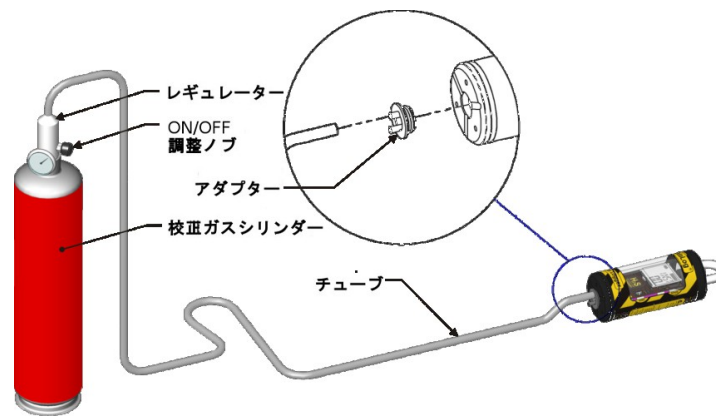

図6 キャリブレーションガスの接続
- ・OdaLog本体下部のセンサー上に校正用のアダプター（パーツNo. 11-0001）を接続してください。（図6参照）
- ・レギュレーターをガスボンベに接続し、アダプターへチューブを接続してください。（図6参照）